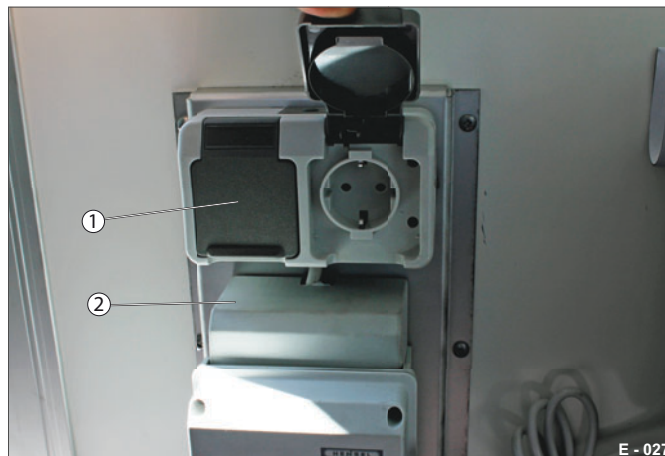

Abb. 15 Doppel-Steckdose am Verteilerkasten
- Standardmäßig werden die Steckdosen (Abb. 15/1) über dem Verteilerkasten (Abb. 15/2) positioniert.